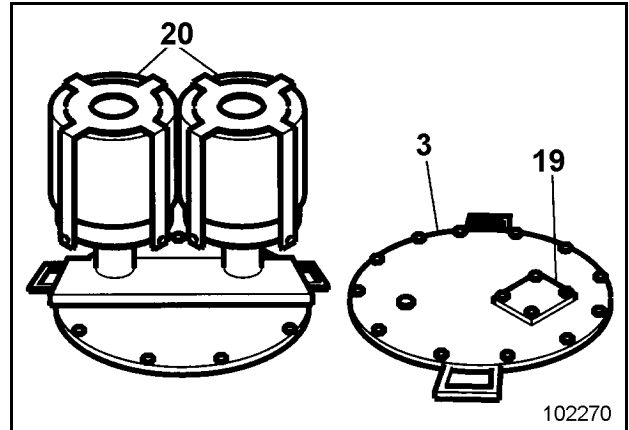

Fig. 3-77:
- Deckel (19, Fig. 3-77:) abnehmen.